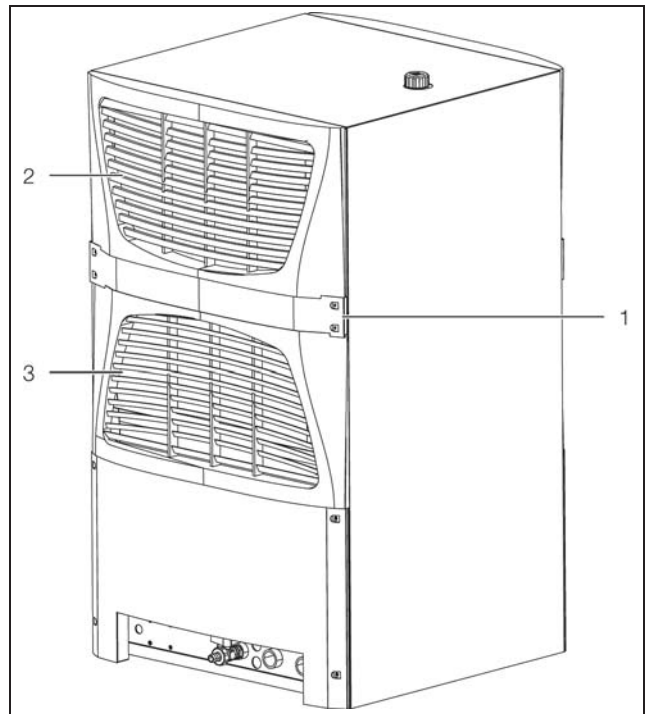

Abb. 50: Filtermatte einbauen (3334.660)
- Demontieren Sie den Gürtel (Abb. 50, Pos. 1). Drehen Sie dazu die Schrauben heraus.
- Ziehen Sie das obere (Abb. 50, Pos. 2) und untere (Abb. 50, Pos. 3) Lamellengitter an der Rückseite des Chillers (Lufteinlass) vom Gehäuse ab.